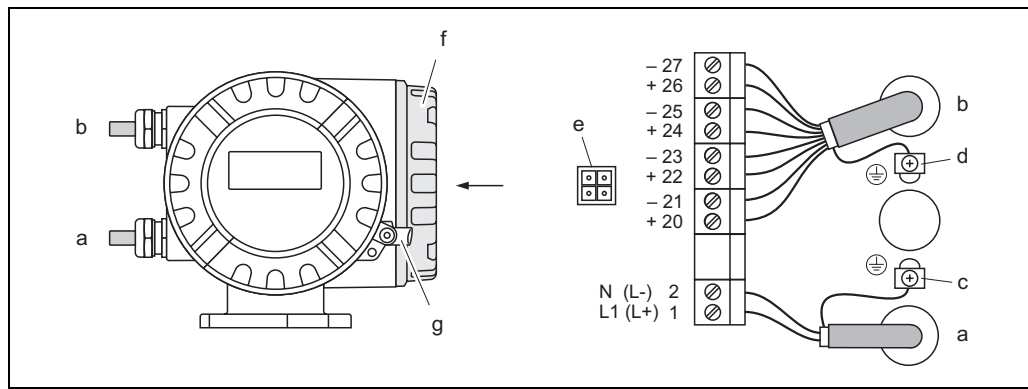

Fig. 18: Conexión del transmisor (cabezal de campo hecho de aluminio). Sección del cable: máx. 2,5 mm²
- Diagrama de conexionado (cabezal de aluminio) → Fig. 18